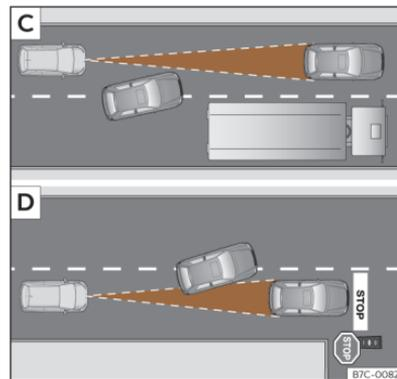

Abb. 134 **C**) Fahrspurwechsel eines anderen Fahrzeugs. **D**) Abbiegendes und weiteres stehendes Fahrzeug.
- Fahrzeuge, die in geringem Abstand auf die eigene Fahrspur wechseln >>> (Abb. 134) .
Es ist möglich, dass ACC nicht auf stehende Fahrzeuge reagiert. Wenn z. B. ein von der ACC erfasstes Fahrzeug abbiegt oder ausschert und sich vor diesem Fahrzeug ein stehendes Fahrzeug befindet, reagiert ACC nicht auf das stehende Fahrzeug >>> (Abb. 134) .